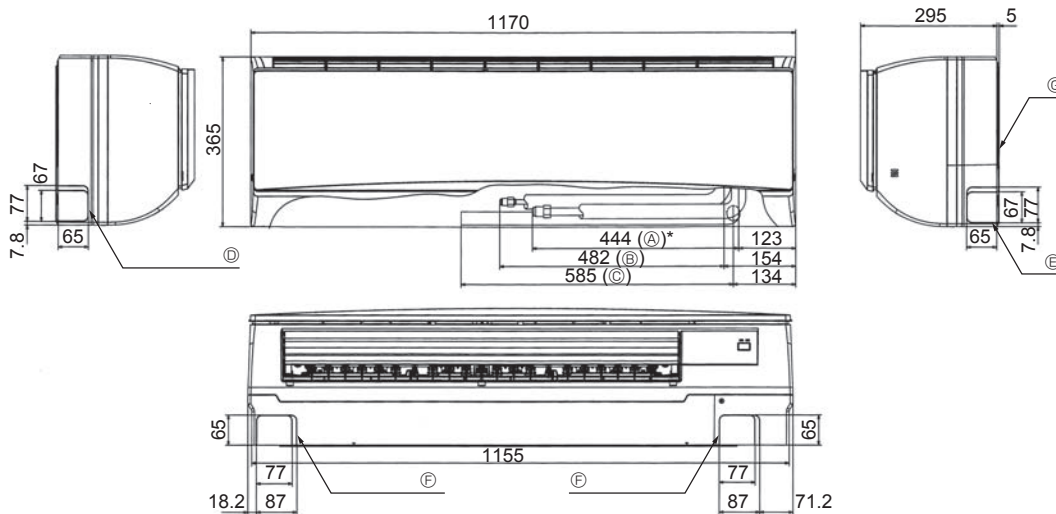
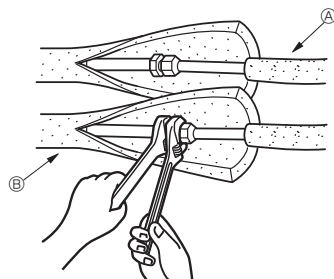

Fig. 4-2
Fig. 4-3
4.3. Mise en place des tuyaux de réfrigérant et d'écoulement (Fig. 4-2)
- (A) Conduit de gaz * Indique la condition les accessoires montés.
- (B) Conduit de liquide
- (C) Tuyau d'écoulement
- (D) Orifice de la rondelle du tuyau gauche
- (E) Orifice de la rondelle du tuyau droit
- (F) Orifice de la rondelle du tuyau inférieur
- (G) Plaque d'installation ①
4.4. Travaux pour l'installation des tuyaux de réfrigérant (Fig. 4-3)